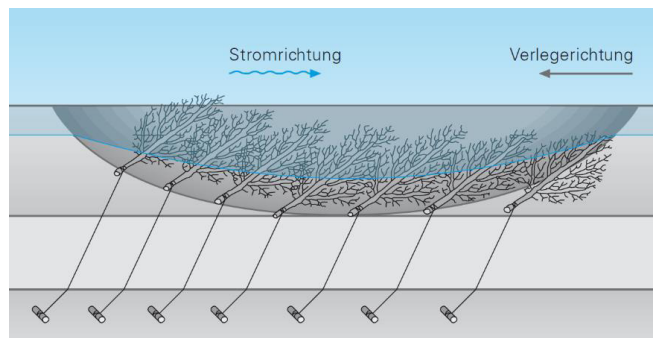

Abb. 54 Schutz der wasserseitigen Böschung gegen Erosion mit Senkbäumen [LfU]
- > Um einen abgerutschten Bereich vor weiterer Erosion zu sichern, können Senkbäume nach Abb. 54 eingebaut werden. Sie sind entgegen der Strömungsrichtung zu verlegen.